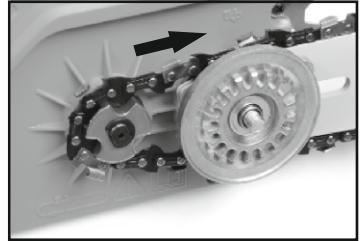

Рис.1
Натяните цепь так, чтобы резцы были направлены **ПО ЧАСОВОЙ СТРЕЛКЕ** к вращению (1) Рис.1.